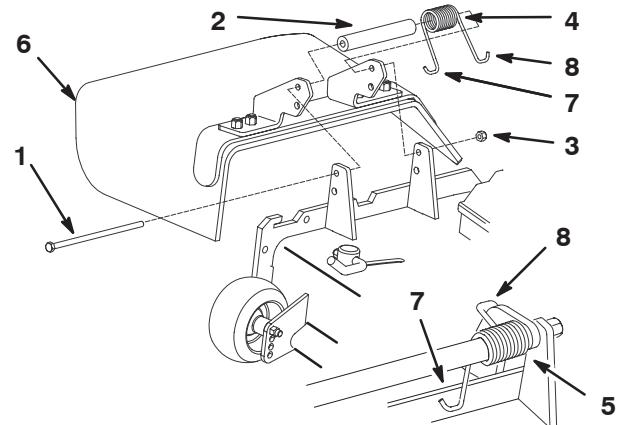

Bild 39
2. Entfernen Sie die Sicherungsmutter, Schraube, Feder und das Distanzstück, mit denen das Ablenkblech an den Mähwerkbügeln befestigt ist (Bild 39). Entfernen Sie defekte oder abgenutzte Ablenkbleche.
3. Legen Sie das Distanzstück und die Feder zwischen die Ablenkblechhalterungen (Bild 39). Positionieren Sie das linke Hakenende der Feder hinter der Kante des Mähwerks.
**Hinweis:** Stellen Sie sicher, dass sich das linke Hakenende der Feder hinter der Mähwerkseite befindet, bevor Sie die Schraube einführen, siehe Bild 39.
4. Setzen Sie die Schraube und Mutter ein. Legen Sie das rechte Hakenende der Feder um das Ablenkblech (Bild 39).